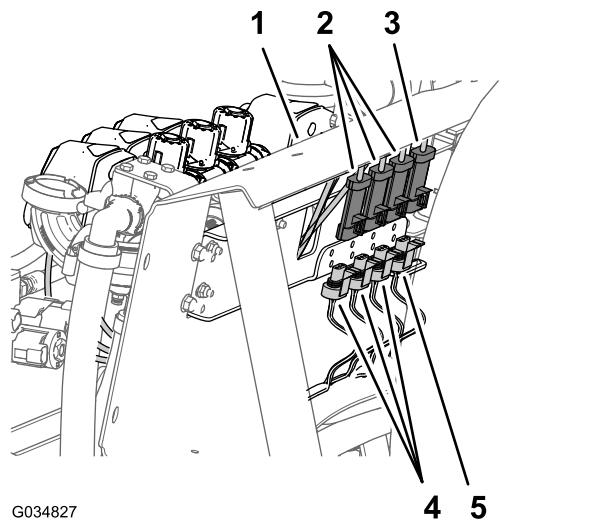

Figura 23
- 2. Nella parte posteriore del supporto del collettore, scollegate il connettore a 3 prese dalla valvola dell'agitatore e i connettori a 3 prese dalle 3 valvole della sezione delle barre (Figura 23).